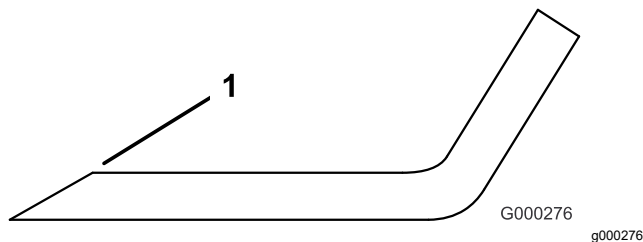

Figura 30
3. Esaminate i taglienti di tutte le lame, e affilateli se fossero ottusi o scheggiati. Affilate soltanto la parte superiore del tagliente e mantenete l'angolo di taglio originale per garantire l'affilatura (**Figura 30**). La lama rimane bilanciata soltanto se viene rimossa una quantità uguale di metallo da entrambi i taglienti.